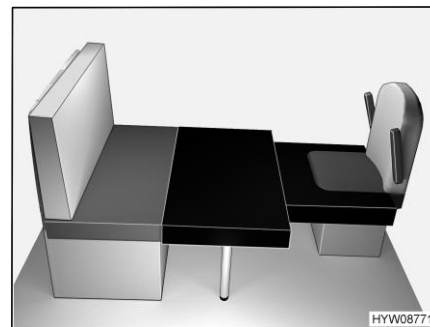

Bild 65 Efter ombyggnaden
- Placera den stora extra dynan på bordsskivan (Bild 65).
- Placera den lilla extra dynan på förarstolen (Bild 65).